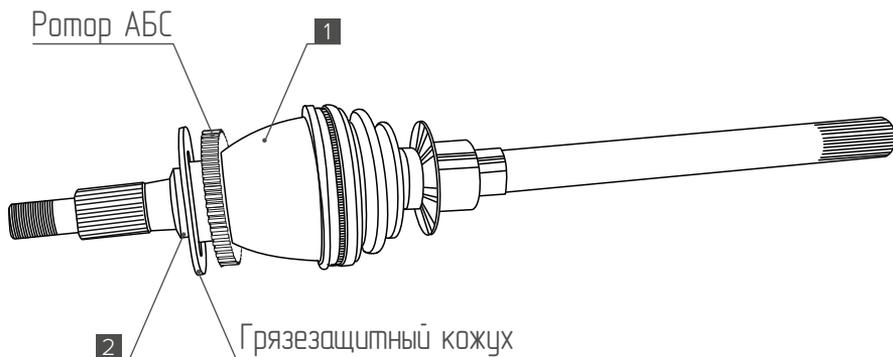

Рис. 3
1. Установите на привод [1], ротор АБС, грязезащитный кожух, Кольцо дистанционное [2] (рис. 3). Убедитесь, что ротор АБС сидит плотно и не вращается на ШРУСе. При необходимости используйте фиксатор цилиндрических соединений или керните место посадки ротора.